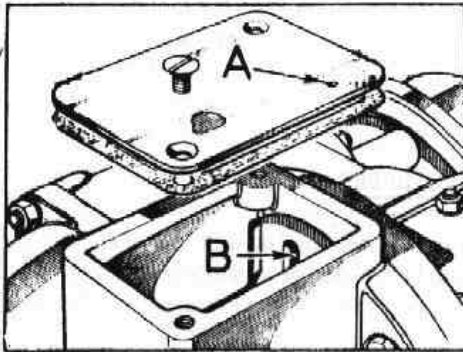

Fig. C-13 Ventilación de la caja de velocidades
3.2. Ventilación de la caja de velocidades. El orificio de ventilación está situado en la tapa de inspección, disponiéndose de un solo orificio para las dos cajas, por existir conductos de comunicación, B (Fig. C-13) internos.
- 2.4. Comprobar el nivel de lubricante y rellenar, si es preciso, y asegurarse que el agujero de ventilación, A (Fig. C-13), está libre de obstrucciones (Tarea C-1).